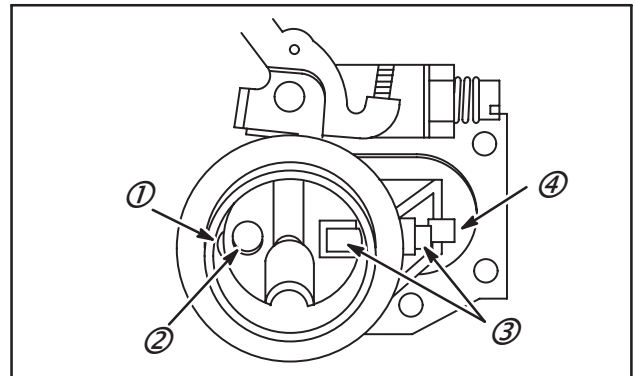

Fig. 37
Montage du starter automatique (Fig. 37)
1. Placer le volet de starter dans le Venturi du carburateur, l'axe court (1) du côté (2) de l'entrée du reniflard.
2. Placer l'axe de starter (3) dans son palier, la manivelle (4) étant positionnée comme sur la Fig. 37.